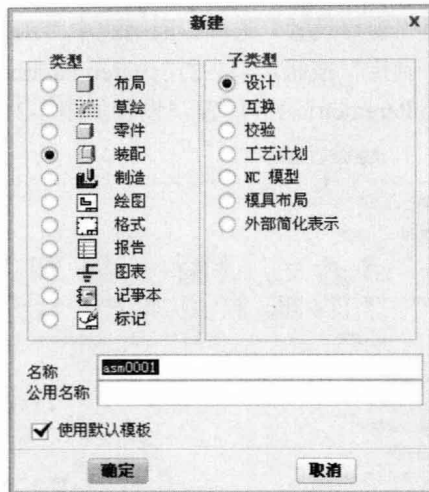

图 1-5 新建装配
- (3) 选中“新建”对话框中的“装配”单选按钮，其子类型如图 1-5 所示。